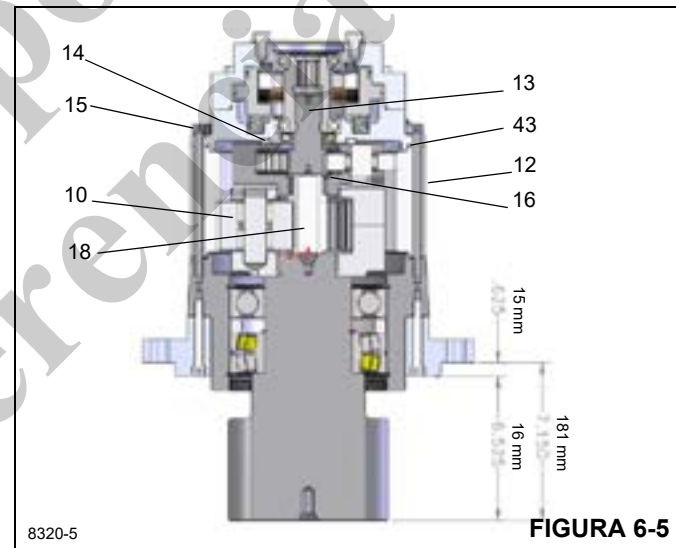

FIGURA 6-5
1. Retire el mecanismo del vehículo retirando los pernos en la brida de montaje (9).
2. Retire el subconjunto de frenos, los conjuntos de engranaje (10 y 11) y la corona dentada (12) de la unidad, retirando los veinte pernos de la corona dentada (15) y las arandelas (53). Tome nota o marque la orientación de la caja del freno en relación a la lumbrera de drenaje de aceite del mecanismo en la caja del cojinete (1) para el armado.
3. Apalanque el sello de aceite (42) hacia afuera de la caja del cojinete (1), corte el sello con unas tijeras y retírelo del engranaje del piñón de salida (2).
4. Retire el anillo retenedor (7) de la caja del cojinete (1).
5. Fije el conjunto de caja del cojinete y presione el engranaje del piñón (2), el cojinete esférico (4), el anillo retenedor (8) y el espaciador (6) hacia afuera de la caja del cojinete (1).
6. Retire el anillo retenedor (7) de la caja del cojinete.
7. Golpee suavemente o presione el cojinete de bola (5) hacia afuera de la caja del cojinete.
9. Para el armado de la sección del cojinete y el piñón, la distancia de la brida de montaje al extremo del piñón se debe mantener mientras se presionan los cojinetes nuevos hacia la caja. Para esta unidad, la dimensión es de 181 mm (7.150 pulg). Para referencia, vea la Figura 6-5.
10. Instale el anillo retenedor externo (7) en la caja del cojinete.
11. Instale un sello de aceite nuevo (42) en la caja del cojinete (1).
12. Coloque cuidadosamente el conjunto de caja del cojinete en el eje del piñón, asegurándose de tener los espaciadores adecuados en su lugar para obtener las dimensiones de 181 mm (7.150 pulg) que se muestran en la Figura 6-5.
13. Usando las herramientas de presión adecuadas, instale y presione el cojinete de rodillos esféricos (4) en la caja.